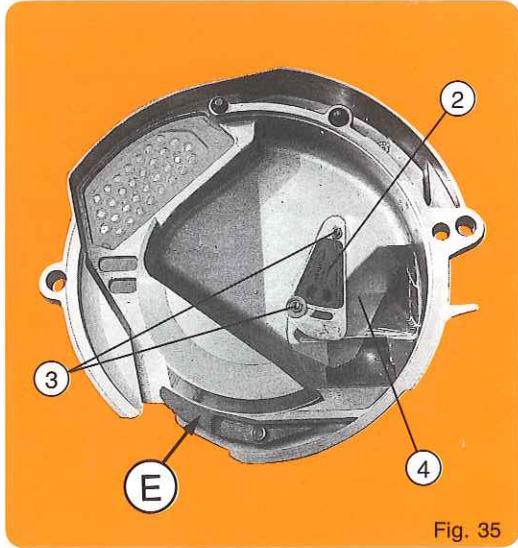

Fig. 35
2. POSITION BASSE (fig. 35) POUR PETITES GRAINES, c'est-à-dire tourne-sol, betterave, sorgho...
2. LOW POSITION (fig. 35) FOR SMALL SEEDS, i.e. sunflower, beets, sorghum...
2. Niedrige Stellung (Abb. 35) für kleines Saatgut, z. B Sonnenblumen, Zuckerrüben, Sorghum.
2. STAND LAAG : (fig. 35) voor KLEINE ZADEN, dat wil zeggen zonnebloem, bieten, gierst...